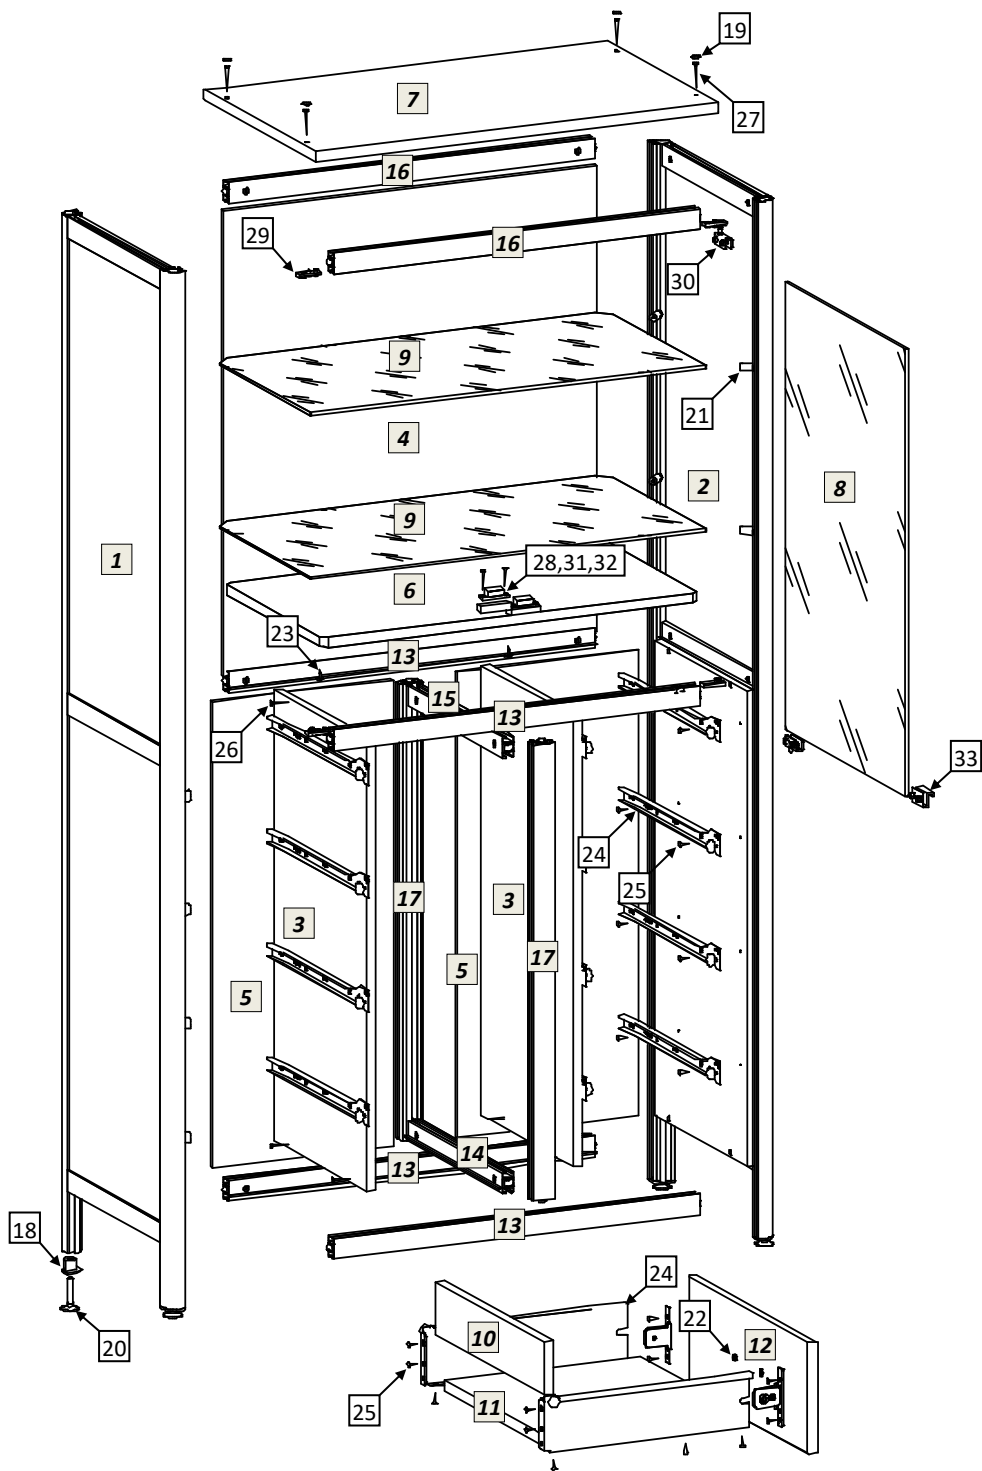

рис.1
- 5.1 Распаковав шкаф, внимательно ознакомьтесь со схемой сборки, изображённой на рис.1. Согласно позициям на схеме и комплектовочной ведомости определите расположение деталей в изделии и порядок их сборки. Сборка производится на ровном полу, укрытом материалом, предотвращающим повреждение покрытия пола и деталей мебели. Подготовьте необходимые для сборки инструменты – плоскую и крестовую отвёртки, молоток, рулетку или линейку, гаечный ключ 12мм для регулировки опор.
- 5.6 Сборка выдвижных ящиков. Схема сборки ящиков показана на рис.1. Шурупами 4x16 соедините заднюю стенку, днище ящика и его фасад с металлическими боковинами направляющего механизма. На фасад ящика установите ручку. Установите в шкаф собранные ящики. При необходимости отрегулируйте зазоры винтами крепёжного фасадного элемента метабоксов.